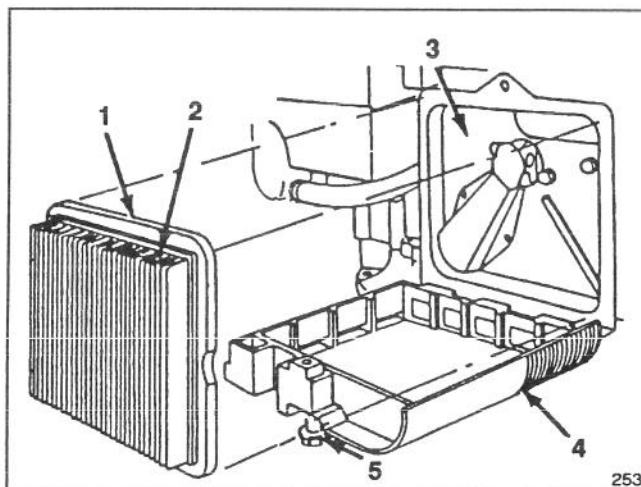

Abb. 16
3. Den Papiereinsatz herausnehmen und wegwerfen (Abb. 16).
4. Einen neuen Papierfiltereinsatz einlegen, so daß der Rand die Rückplatte berührt (Abb. 16).